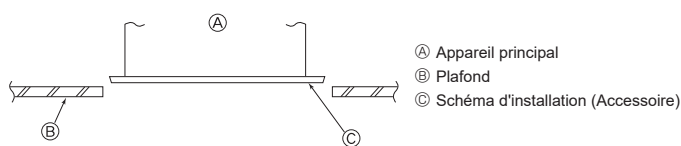

Fig. 3-7
3.6. Confirmer l'emplacement de l'appareil principal et serrer les boulons de suspension (Fig. 3-7)